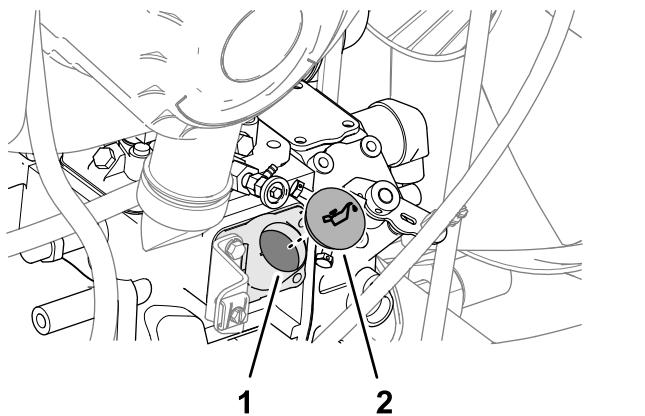

Figure 79
- Si le niveau est trop bas, retirez le bouchon de remplissage (Figure 79) sur le côté droit du moteur, et versez progressivement de petites quantités d'huile en vérifiant fréquemment le niveau, jusqu'à ce que l'huile atteigne le repère maximum sur la jauge.